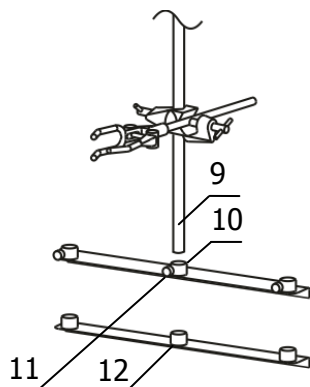

Рисунок 5 — Установка штатива
2.2.7 При необходимости установить в вертикальное положение и закрепить высокую и неустойчивую емкость можно использовать модификацию бани, оснащенную штативами 8 (рисунок 1). В этом случае необходимо вставить трубку штатива 9 (рисунок 5) во втулку верхней планки 10, опустить до упора во втулку нижней планки 12 и зафиксировать крепежным винтом 11.